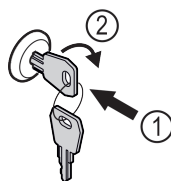

Fig. 205
- ▶ Sätt in nyckeln. Fig. 205 (1)
- ▶ Vrid nyckeln 90° medurs. Fig. 205 (2)